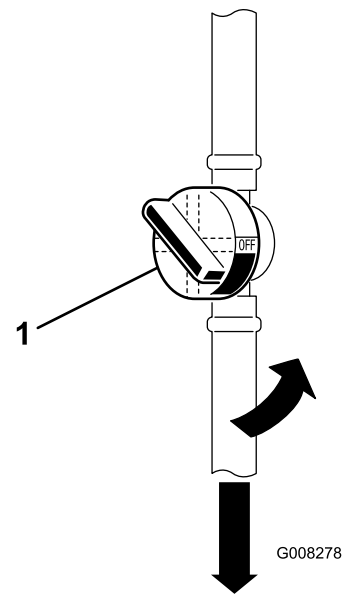

Bild 28
6. Schließen Sie den Kraftstoffhahn (Bild 28).
7. Drücken Sie die Enden der Schlauchklemmen zusammen und schieben diese weg vom Kraftstofffilter (Bild 28).